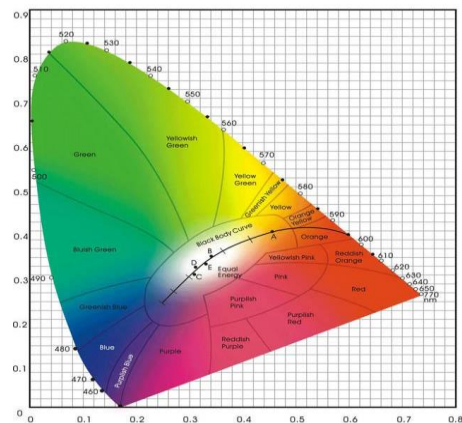

图 2 CIE 色度图
CIE 色度图采用 x 、 y 、 z 作为假想的红 (R)、绿 (G)、蓝 (B) 三基色相对强度系数。对于任一种颜色， $x+y+z=1$ 。由于 z 可以从 $x+y+z=1$ 导出，因此通常不考虑 z ，而用另外两个系数 x 和 y 表示颜色，并绘制以 x 和 y 为坐标的二维图形，相当于把 $x+y+z=1$ 平面投射到 (x, y) 平面，也就是 $z=0$ 的平面，这就是 CIE 色度图 (图 2 所示)。色度图中 x 表示红色分量， y 表示绿色分量，图中只表示了从